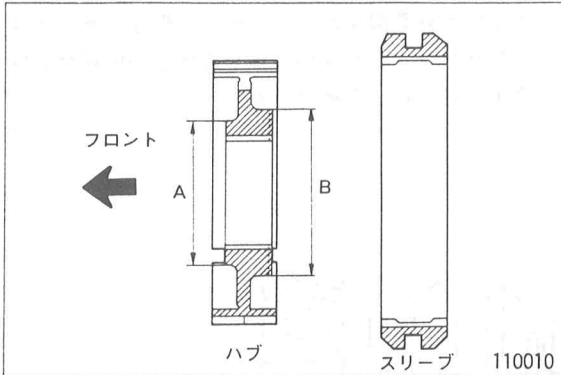
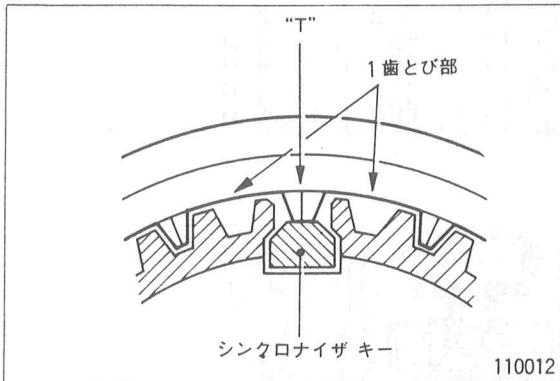

図16 シンクロナイザ組立(1)
図17 シンクロナイザ組立(2)
(1) 3-4速シンクロナイザ ハブとスリーブを組合せる。ハブとスリーブの組合せ方向は、図16のとおりである。又、スリーブには、1歯とび部が6か所あるので、1歯とび部間の“T”歯がシンクロナイザ キーにあたるようにする。(図17)